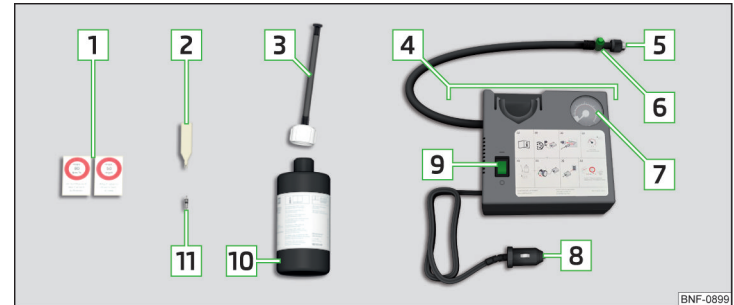

Abb. 343 Pannensetbeschreibung
- › Den Ventileinsatzdreher **2** » **Abb. 343 auf Seite 307** auf den Ventileinsatz stecken, sodass der Ventileinsatz in den Schlitz des Ventileinsatzdrehers passt.
- › Den Reifenfüllschlauch **5** » **Abb. 343 auf Seite 307** fest auf das Reifenventil schrauben.